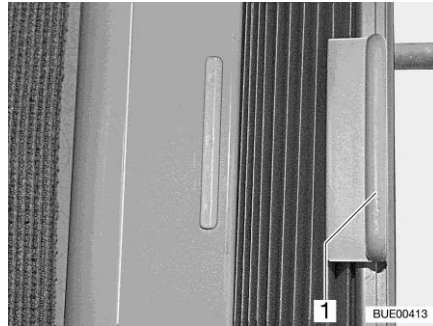

Bild 43 Faltverdunklung (Seitenfenster)
- Öffnen und schließen: ■ Faltverdunklung am Griff (Bild 43,1) halten und nach links oder rechts schieben.